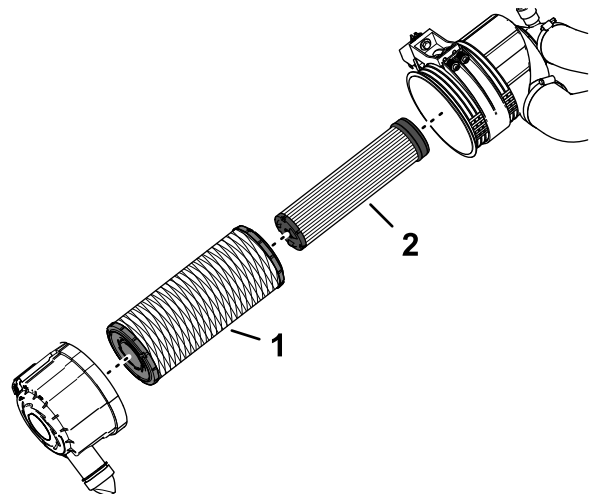

Figure 121
1. Vérifiez l'élément de sécurité (Figure 121). S'il est encrassé, remplacez-le.
**Important:** N'essayez jamais de nettoyer l'élément de sécurité (Figure 121). Remplacez-le une fois sur trois, quand vous effectuez l'entretien du préfiltre.